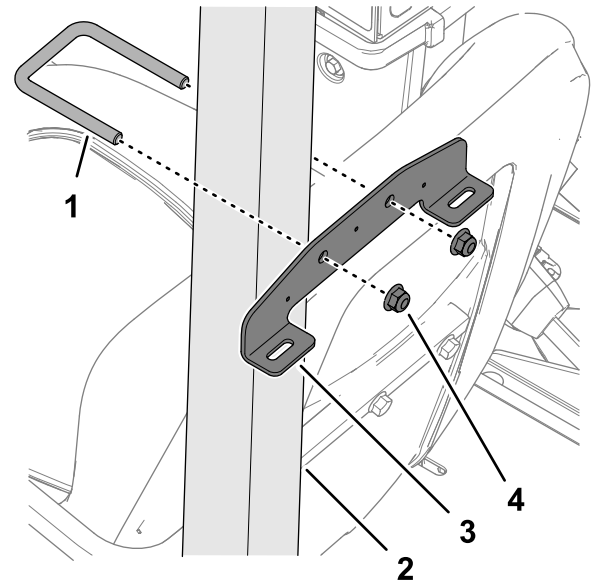

Figura 23
- Montate la staffa di montaggio sul tubo del roll bar (Figura 23) con un bullone a U e 2 dadi di bloccaggio flangiati (3/8").